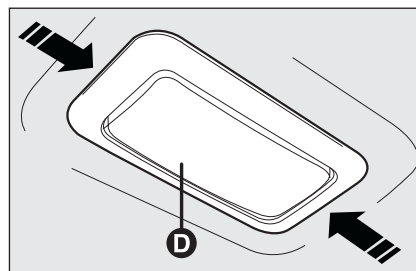
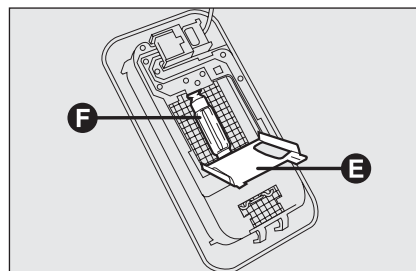

fig. 31
fig. 32
- ☐ intervenga en los puntos indicados por las flechas y quite la lámpara de techo **D-fig. 31**;
- ☐ abra la tapa de protección **E-fig. 32**;
- ☐ sustituya la lámpara **F-fig. 32** soltando los contactos laterales, asegurándose de que la lámpara nueva quede bloqueada correctamente entre los mismos contactos;
- ☐ cierre la tapa de protección **E-fig. 32** y vuelva a colocar la lámpara de techo **D-fig. 31** en su alojamiento asegurándose de que quede bloqueada correctamente.